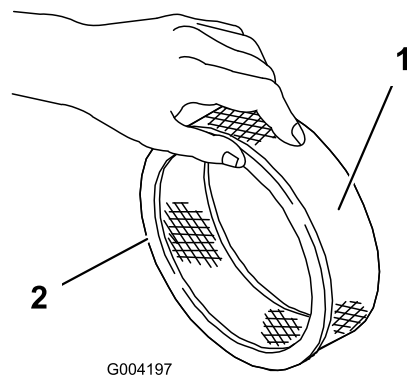

Figura 15
5. Controllate che il filtro in carta non sia strappato, che non abbia strati untuosi e che la guarnizione in gomma non sia danneggiata (Figura 15).
1. Fate scorrere attentamente il prefiltro in schiuma sintetica sul filtro di carta (Figura 15).